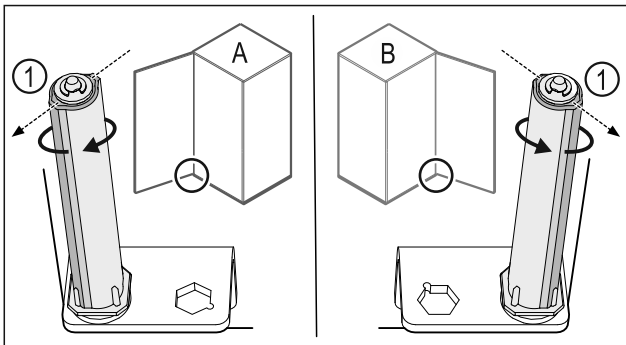

Fig. 22 Bal oldali ütköző (A) / Jobb oldali ütköző (B)
- ▶ Forgassa el a zárrendszert az ellenállással szemben, amíg a zárrendszer Fig. 22 (1) támasztója kifelé nem mutat.